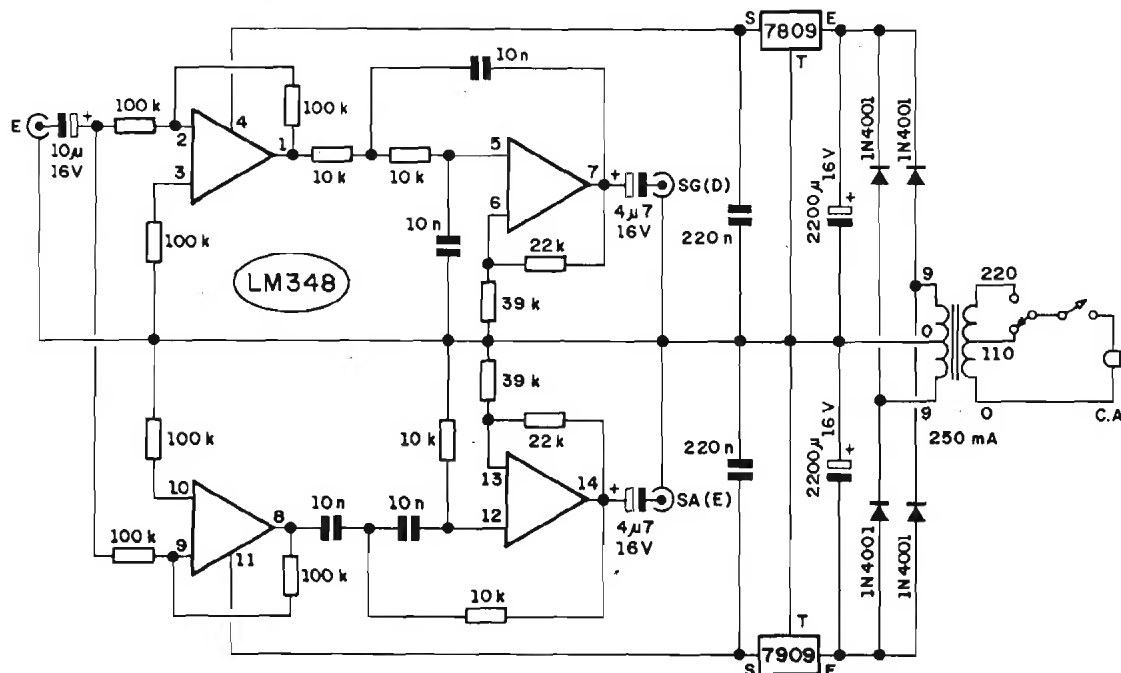
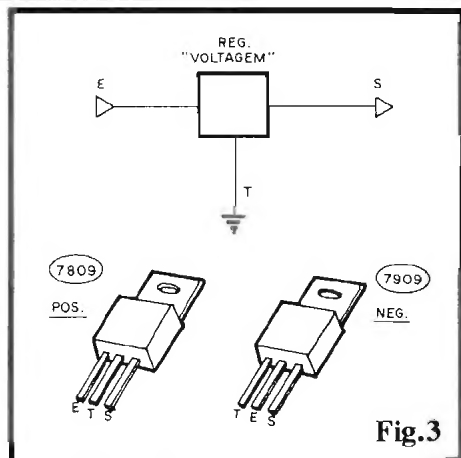

Fig.1
Fig.3
- FIG. 1 - O CIRCUITO - Dentro da
limite, e como "agudos" os acima... As citadas redes RC de filtragem de "segunda ordem", encontram-se nas funções de **realimentação positiva** dos respectivos Amp.Ops. Já no ramo de **realimentação negativa**, os resistores de 22K e 39K determinam o **ganho** de cada módulo... Através dos capacitores de passagem no valor de 4u7 (aos pinos 7 e 14 do LM348), os sinais, já divididos em **graves** e **agudos**, são entregues às Saídas - respectivamente "SG" e "SA"... Observando agora os estágios iniciais (esquerda, como é convencional, no esquema da fig. 1) do circuito, temos a Entrada geral, mono, "E", aplicado simultaneamente a dois blocos de isolamento (**buffers**), com ganho unitário (não amplificam, apenas "isolam" a Entrada dos blocos de filtragem e Saídas...), que ao mesmo tempo permitem o "casamento" com fontes de sinal as mais diversas, em impedâncias e níveis e não "carregam" os relativamente sensíveis blocos de separação tonal, posteriores... Os resistores de 100K acoplados na realimentação/polarização de tais blocos iniciais (Amp.Ops. delimitados pelos pinos 1-2-3 e 8-9-10, respectivamente) determinam o **ganho** 1 e as impedâncias gerais do grupamento de Entrada, a qual recolhe o seu sinal via capacitor eletrolítico de 10u... Para perfeito equilíbrio do funcionamento dos blocos/módulos, e também no sentido de minimizar a quantidade de componentes de polarização dos Amp.Ops., usamos uma alimentação
**FIG. 3 - DETALHAMENTO DOS INTEGRADOS REGULARES DE TENSÃO** - Os dois Integrados reguladores de Tensão indicados no diagrama do circuito (fig. 1) e na LISTA DE PEÇAS, "parecem" com meros transistores de Potência da série "TIP" (três terminais, com lapela